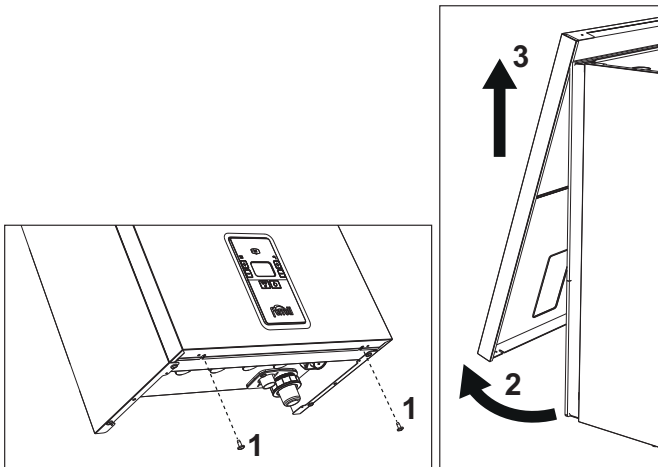

fig. 32- Apertura del panel frontal
1. Desenrosque los tornillos "1" (véase fig. 32).